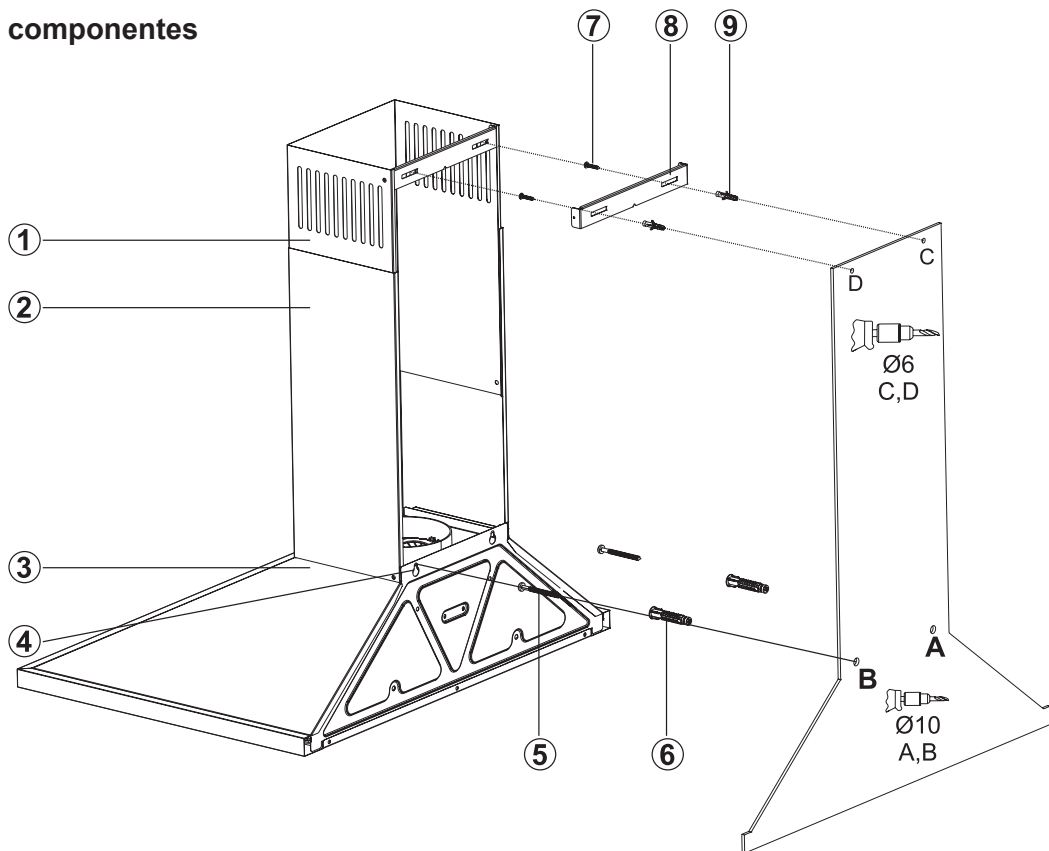

Figura 9: CONJUNTOS E PEÇAS
(Figura 9)
- Coloque os parafusos de plástico de Ø10 mm em A, B das pontas perfuradas e aperte os parafusos aos pontos A + B, deixando um espaço de 5 mm entre a cabeça do parafuso e a parede. (Figura 9)